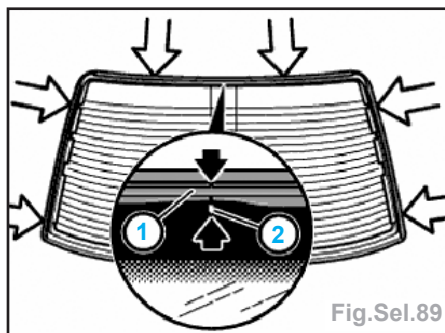

Fig.Sel.89
- poser le joint (1) en haut au centre de la lunette arrière et l'appuyer fermement contre la lunette jusqu'en bas (fig.Sel.89).